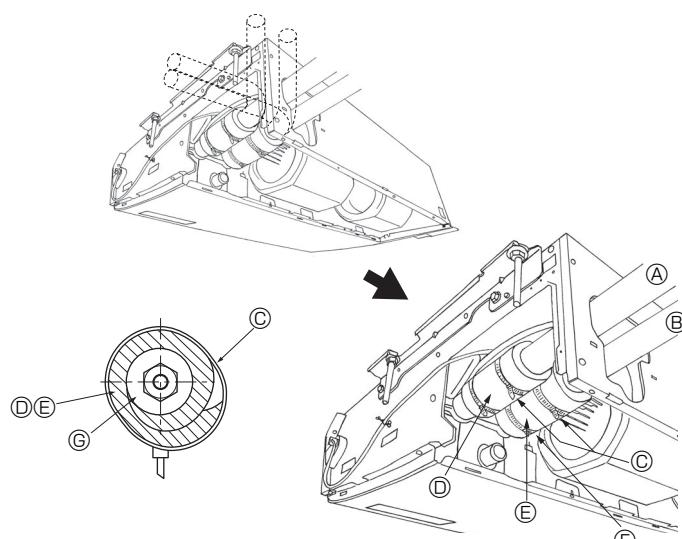

Fig. 4-3
4.3. เครื่องภายนอกอาคาร (Fig. 4-3)